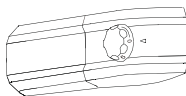

Fig.21
- 1) Draai de knop naar de stand „0” (fig.21)